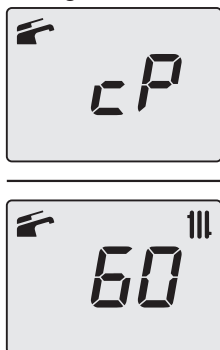

Figura 9.25
- Premendo il tasto 16 (Figura 9.20) è possibile variare la potenza in modalità spazzacamino: con visualizzazione sul display LCD delle lettere **cP** che si alternano con il valore di temperatura dell'acqua di riscaldamento (es. **60**), siamo "funzione spazzacamino" alla potenza massima in riscaldamento (Figura 9.25).